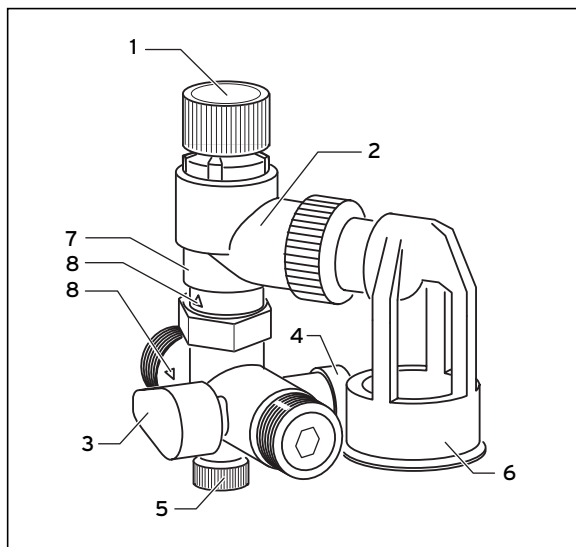

Abb. 3.1 Sicherheitsgruppe
Wenn kein Trinkwasser-Ausdehnungsgefäß installiert ist, tritt bei Aufheizen des Warmwasserspeichers eine vom Wasserinhalt des Warmwasserspeichers und von der Temperaturerhöhung abhängige Wassermenge aus dem Trichter (6) des Sicherheitsventils (7) aus (vgl. Abb. 3.1).
Der Absperrhahn (3) unterbricht die Kaltwasserzufuhr zum Warmwasserspeicher (vgl. Abb. 3.1).